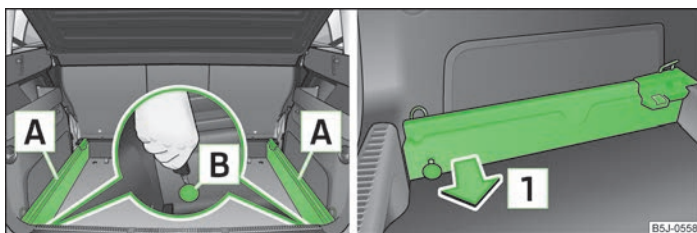

Fig. 51 Portbagajul: Eliberarea punctelor de asigurare/Scoaterea șinelor
- Slăbiți punctele de asigurare **B** » fig. 51 ale șinelor portante, cu cheia, respectiv cu o șurubelniță plată.
- Pe fiecare șină de susținere, apăsați punctul de asigurare **B** » fig. 51 până la limită.